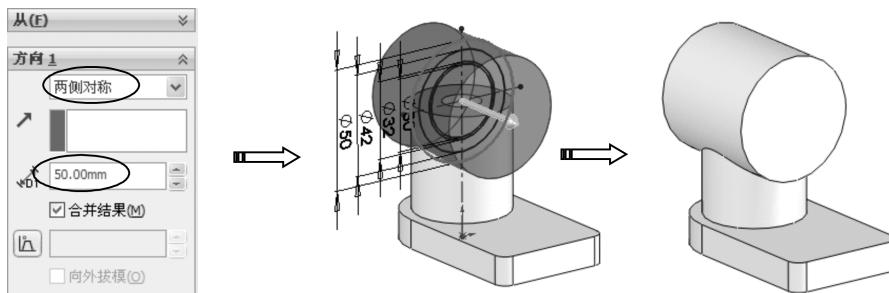

图 1-78 创建第 1 个拉伸特征
- 06 在【拉伸】面板中选择终止条件为【两侧对称】，并输入深度为 50，创建完成的第一个拉伸特征如图 1-78 所示。